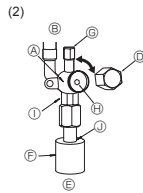

Fig. 5-6
- Flüssigkeitsseite (Fig. 5-6)